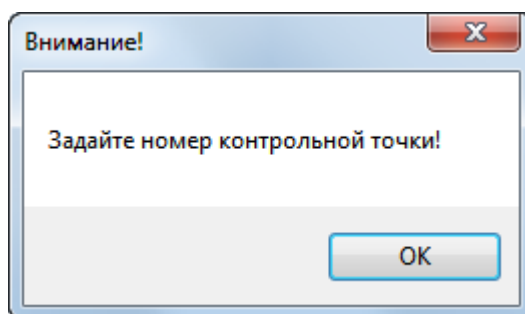

Рисунок 70
4.2.6. При вводе контрольной точки на вкладке **Контрольные точки** (см. Рисунок 30), выдается предупреждающее сообщение (Рисунок 70).